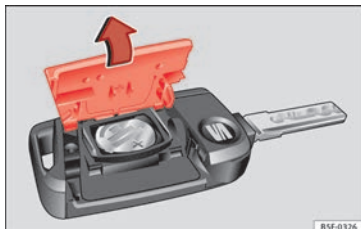

Fig. 133 Llave del vehículo: apertura de la tapa del compartimento para la pila.
- Retire la tapa en la parte trasera de la llave del vehículo » **fig. 133** en la dirección de la flecha » **!**
- Coloque la tapa tal como se muestra » **fig. 133** y presiónela en la carcasa de la llave del vehículo en sentido contrario a la flecha hasta que encastre.